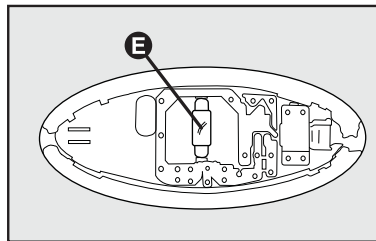

fig. 33
- Substituir a lâmpada **E-fig. 33**, desvinculando-as dos contatos laterais e certificando-se de que as novas lâmpadas estejam corretamente bloqueadas entre os contatos.